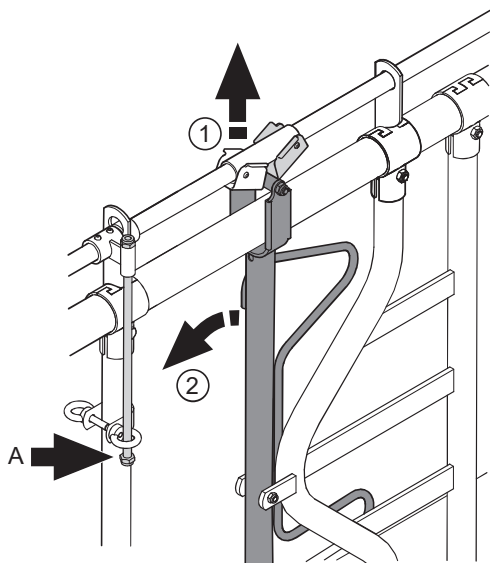

Fig. 36: Kontroller kontrollenheten og løft sperren.
3. For å slippe løs kua, må sperren på låseinnretningen (1) løftes på den siden der svinggrøret skal svinges til sikkerhetsposisjonen (se Fig. 36).